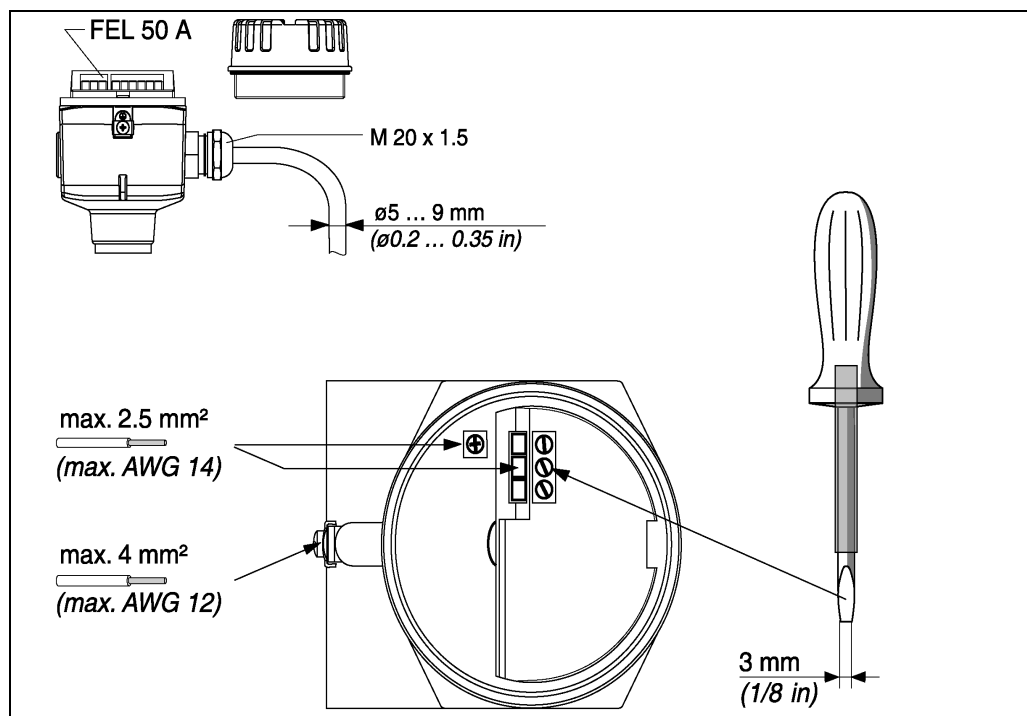
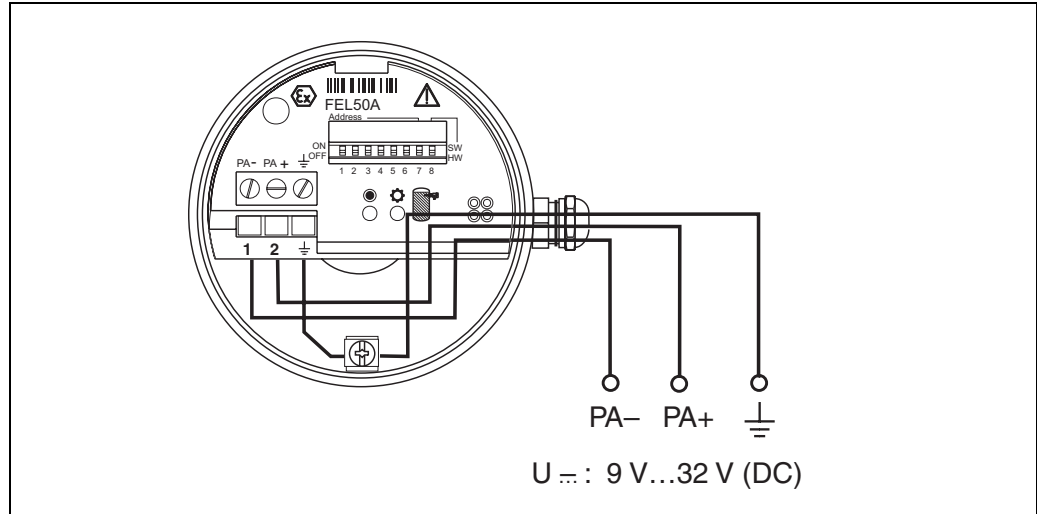

Fig. 5 Connessione del trasmettitore mediante passacavo
Fig. 6 Assegnazione dei morsetti a vite
3. Collegare i cavi secondo lo schema di cablaggio: vds. fig. 5 e fig. 6